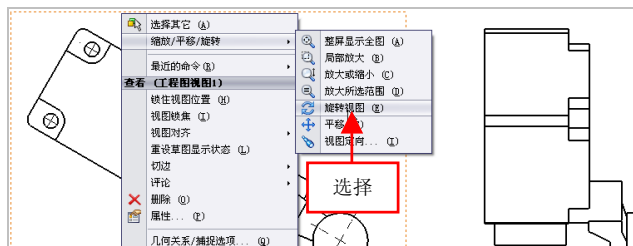

图 12-8 选择【旋转视图】选项
(2) 在绘图区中，选择左上方的视图对象，单击鼠标右键，在弹出的快捷菜单中，依次选择【缩放/平移/旋转】|【旋转视图】选项，如图 12-8 所示。